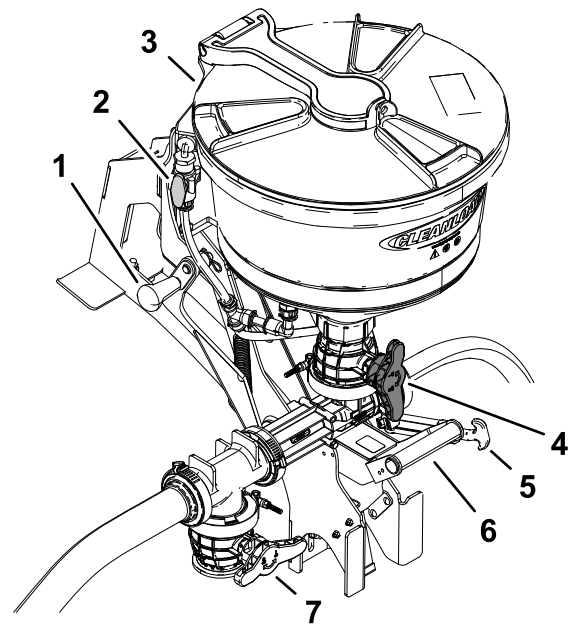

Figure 41
1. Utilisez la poignée inférieure pour abaisser le mélangeur (Figure 41).
2. Ouvrez le couvercle pour vérifier qu'aucun corps étranger ne risque de gêner le fonctionnement ou de contaminer le système (Figure 41).
5. Ouvrez la vanne de la trémie (bouton rouge) situé au bas de la trémie (Figure 41).
2. Ouvrez la vanne de la trémie (Figure 41).
- B. Ouvrez la vanne de rinçage et rincez la trémie pendant 20 secondes (Figure 41).
- C. Refermez la vanne de rinçage (Figure 41).
6. Levez le mélangeur et attachez-le avec la sangle de transport (Figure 41).
7. Fermez la vanne de coupure du mélangeur et la vanne de la trémie (Figure 41).
3. Refermez et verrouillez le couvercle de la trémie en le tournant dans le sens horaire (Figure 41).
6. Ramenez le mélangeur en position de transport et sécurisez-le avec la sangle de transport (Figure 41).